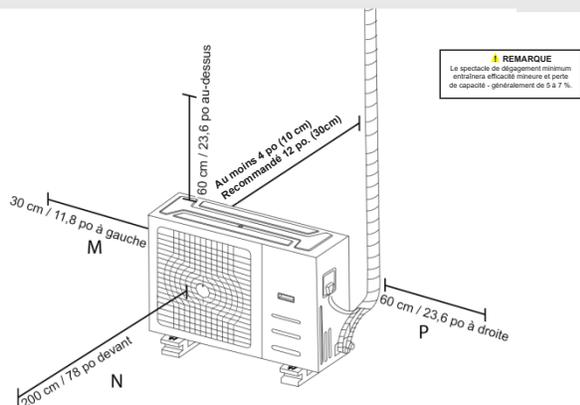

Fig. 6.8
**REMARQUE :** La distance minimale entre l'unité extérieure et les murs décrite dans le guide d'installation ne s'applique pas aux pièces hermétiques. Veillez à ce que l'appareil ne soit pas obstrué dans au moins deux des trois directions (M, N, P) (Voir Fig. 6.8)